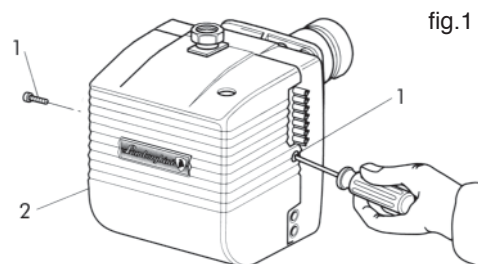

fig.1
Para acceder a los componentes principales es suficiente quitar la tapa protectora como ilustra la (fig.1).
- Cierren la llave del gas y desconecten la rampa de gas del quemador. Desatornillen los tornillos 1 y quiten la tapa protectora 2 (fig.1).